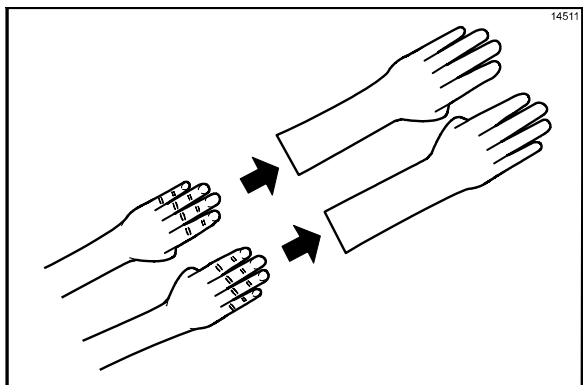

Figura 16
7. Coloque luvas resistentes ao calor. (Veja a Figura 16.)